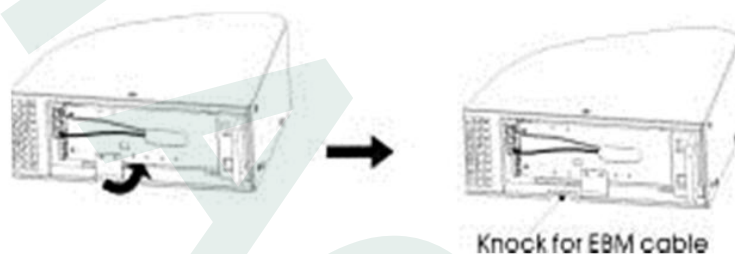

Рис. 2-9
- В нижней части передней крышки ИБП отсоедините кабель EBP (см. рис. 2-9).